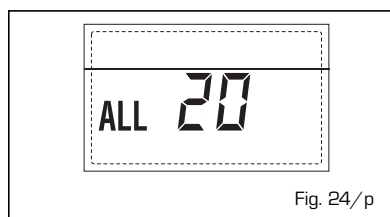

Fig. 24/p
**- DELIVERY PROBE BREAKDOWN ANOMALY FIRST MIXED ZONE "ALL 21"** (fig. 24/q)